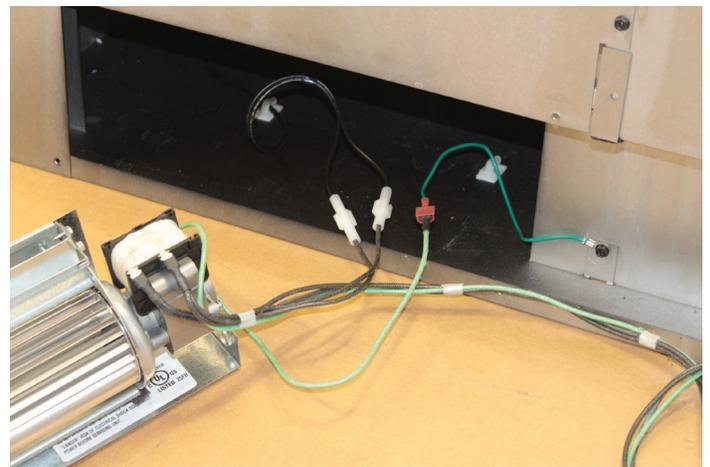

Figure 3
5. Localiser les bornes des fils de soufflante à l'intérieur du fond du foyer et faire les trois connexions, comme montré à la Figure 3.